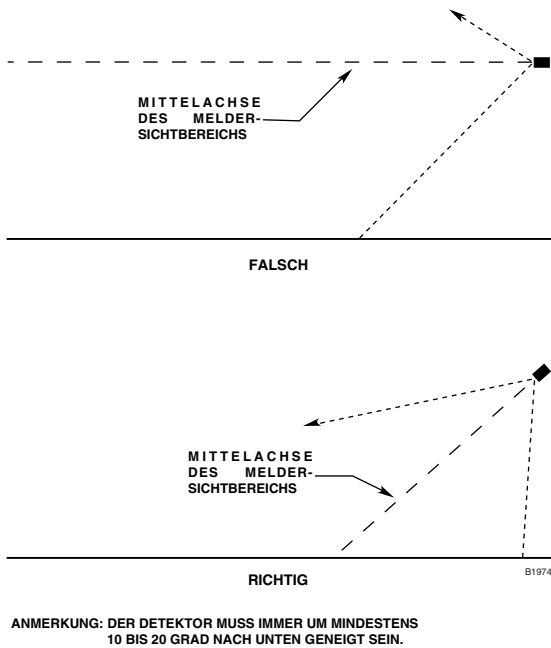

Abb. 1—Ausrichtung des Flammmelders in Bezug auf den Horizont
- Der Flammenmelder sollte um mindestens 10° bis 20° nach unten geneigt werden, damit kondensierte Luftfeuchtigkeit aus dem Gehäuse ablaufen kann. Siehe hierzu Abb. 1. **Der Flammenmelder muss so ausgerichtet werden, dass sein Sichtfeld nur den brandgefährdeten Bereich abdeckt.** Hierdurch wird die Wahrscheinlichkeit von Fehlalarmen auf Grund von Aktivitäten außerhalb des brandgefährdeten Bereiches verringert.
(Siehe Abb. 1 für die korrekte Ausrichtung des Flammenmelders)